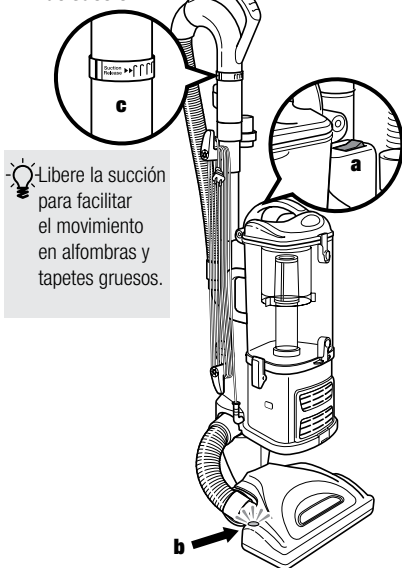

Fig. 11
- 3 Coloque la llave de encendido (a) en la posición 'I' para aspirar pisos lisos (succión únicamente) o en la posición 'II' para encender el cepillo eléctrico para pisos (para aspirar alfombras y tapetes). (Fig. 11)
▲ IMPORTANTE: La luz indicadora del cepillo eléctrico (b) se encenderá verde sólido cuando el cepillo eléctrico esté encendido, o rojo si está trabado. (Fig. 11) Esta función está diseñada para proteger la correa permanente que mueve el cepillo eléctrico. Consulte 'Verificación de obstrucciones' en la página 48.